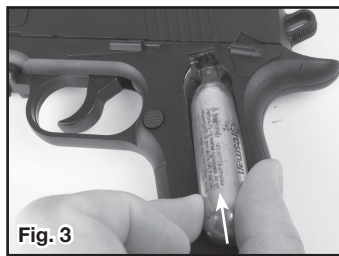

Fig. 3
- Insérez une nouvelle cartouche de CO₂ dans l'arme airsoft avec le petit col de la cartouche inséré en premier lieu et orienté vers le dispositif de perçage (Fig. 3).